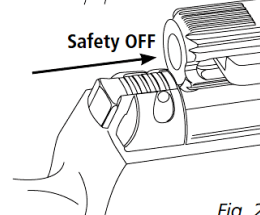

Fig. 2
- For at flytte sikringen til 'OFF', skub sikringen frem. I denne position, er riflen klar til at skyde. (Fig. 2)